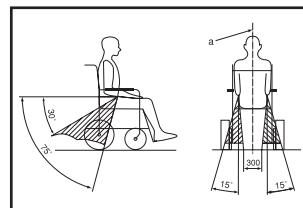

Abbildung 2
- Der Beckengurt sollte tief über die Taille des Benutzers verlaufen. Der Winkel zwischen dem Band und der Bodenfläche sollte zwischen 30° und 75° liegen (ein größerer Winkel ist wünschenswerter) (siehe Abbildung 2).